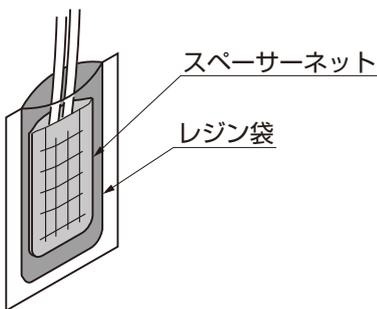

図3-8
- ⑤混合したレジン袋の封を切り、スペーサーネットが見えなくなるまで入れてください。（図3-8参照）